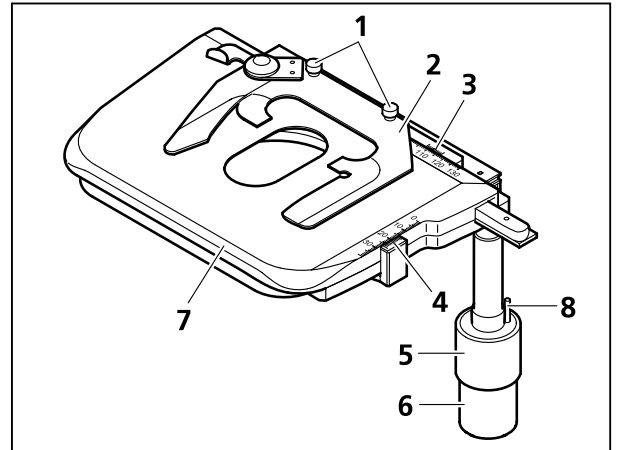
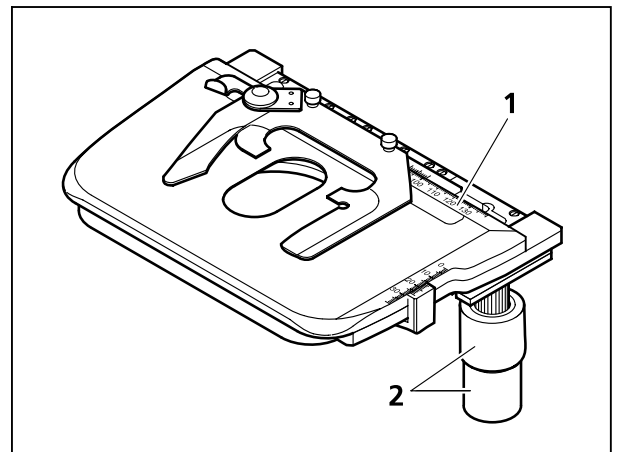

Bild 2-14 Kreuztisch 75x50 R mit Objekthalter
Bild 2-15 Kreuztisch 75x50 R ergonomisch mit ortsfestem Trieb
- Kreuztisch (Bild 2-14/7) zur Aufnahme, Positionierung und Fixierung der Präparate mit Objekthalter.
- Objekthalter (Bild 2-14/2) für Einhandbedienung oder Objekthalter für Zählkammern (austauschbar nach Lösen der beiden Rändelschrauben, Bild 2-14/1).
- Triebknöpfe für X- (Bild 2-14/6) und Y-Verstellung (Bild 2-14/5). Die Triebknöpfe für X- und Y-Verstellung sind für die individuellen Bedürfnisse des Anwenders sowohl in der Höhe als auch in der Friktion einstellbar. Das dafür benötigte Werkzeug (Bild 2-14/8) befindet sich im oberen Triebknopf.
- Ziffernskala mit Nonius für Anzeige des Verstellweges in X- (Bild 2-14/3) und Y-Richtung (Bild 2-14/4).
- Triebknöpfe je nach Ausführung an der rechten (R) oder linken Seite (L).
- Weiterhin gibt es einen Kreuztisch (Bild 2-15/1) mit ergonomischem, ortsfestem X-Y-Trieb (Bild 2-15/2) an der rechten Seite.